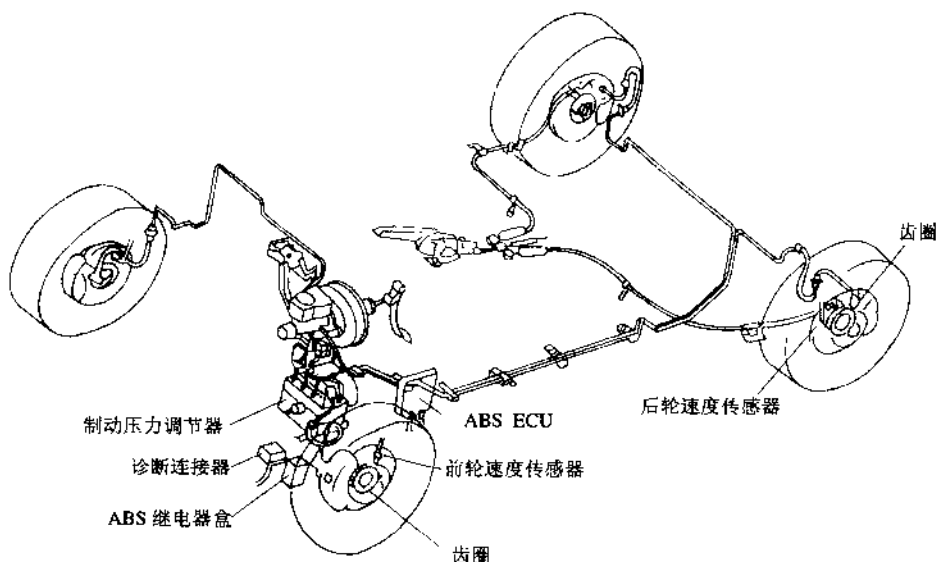

图 7.15 马自达车系 ABS 的安装位置
(2) 马自达车系 ABS 在车上的安装位置如图 7.15 所示。